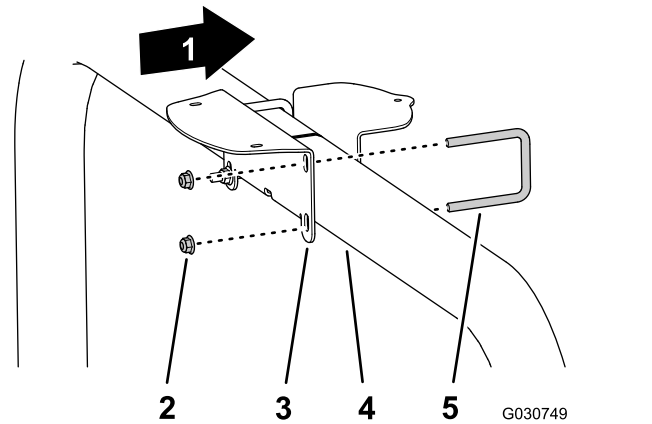

Figura 143
- Se a sua máquina estiver configurada com um sistema de navegação global por satélite (GNSS) com um sistema de aumento de área extensa (WAAS), monte a montagem do recetor no tubo ROPS (Figura 143) com as 2 cavilhas em U e as quatro porcas de bloqueio flangeadas (3/8 pol.).